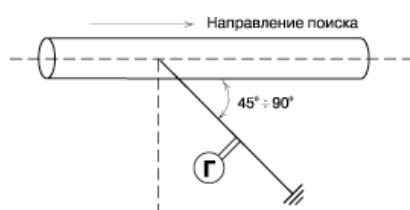

Рис.3
- Угол установки штыря заземления в направлении поиска и места подсоединения генератора к кабелю должен составить  $45^\circ - 90^\circ$  (рис. 3);